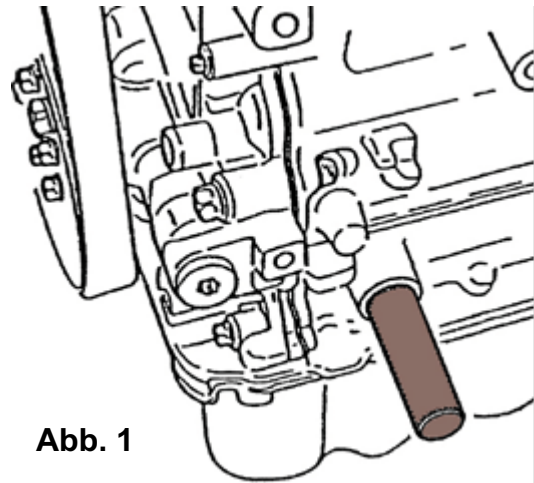

Abb. 1
3. Entfernen Sie den Verschlussdeckel im Motorblock und setzen Sie den Kurbelwellen-Arretierstift ein. (siehe Abb.1)